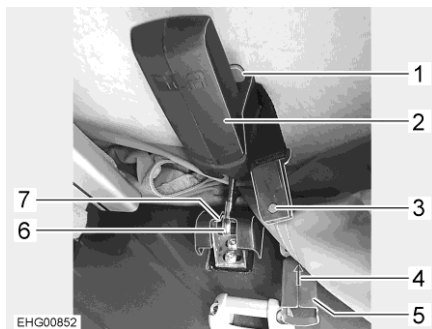

Fig. 37 Verrouillage, toit relevable à l'arrière (C 530)
- Ficher le goujon (Fig. 37,6) dans la fixation (Fig. 37,7).
- Pousser la poignée noire (marquage SCA) (Fig. 37,2) vers le haut.
- Pousser le levier rouge (Fig. 37,1) vers le bas. Cela verrouille la poignée noire (marquage SCA) (Fig. 37,2).
- Fermer la houssette (Fig. 37,5) des deux côtés. Assembler pour ce faire les deux parties de la houssette et les faire se superposer dans le sens de la flèche (Fig. 37,4).